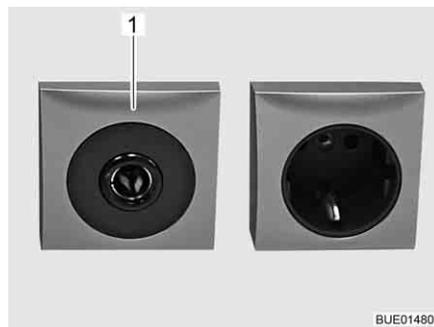

Fig. 147 Caja de enchufe de 12 V/10 A
- ▷ Conectar únicamente aparatos con máximamente 10 A a las cajas de enchufe (Fig. 147,1) de la red de a bordo de 12 V.